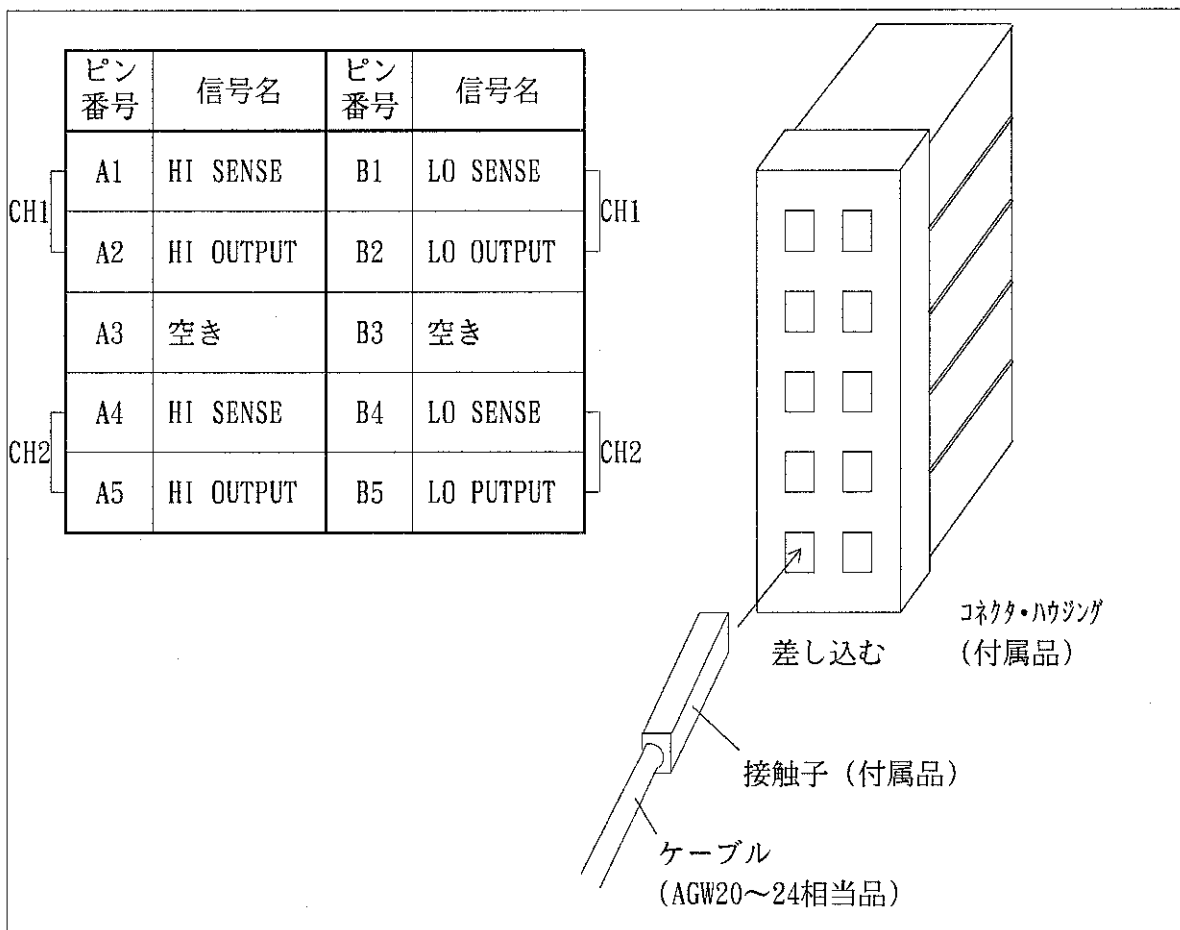

図1-6 出力コネクタの接続
- (2) ケーブル接触子を圧着工具で接続し、接触子を [図1-6] に示すとおりコネクタ・ハウジングへ差し込みます。